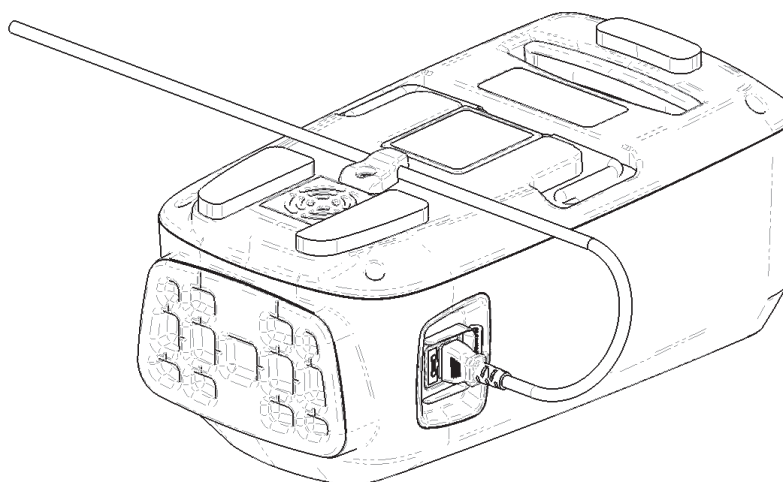

Figure 9 – Cordon d'alimentation fixé
8. Fixer le cordon d'alimentation (Figure 9).